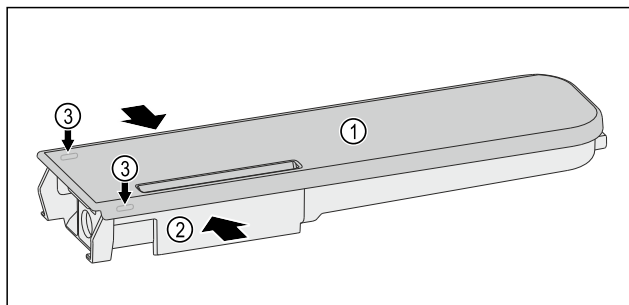

Fig. 171
- Presser le réservoir d'eau Fig. 171 (2) et faire levier pour lever précautionneusement le couvercle Fig. 171 (1) par les ergots Fig. 171 (3).
- Faire légèrement bouger le couvercle Fig. 171 (1) de l'avant vers l'arrière puis le retirer par le haut.